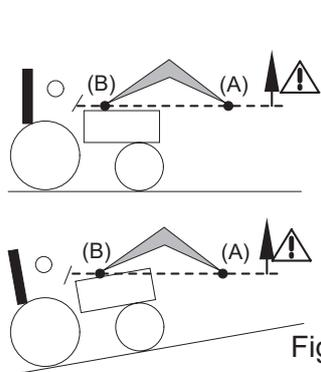
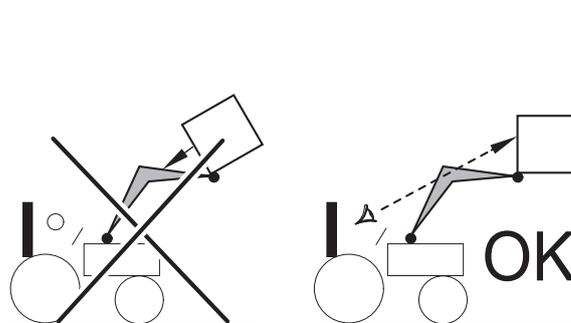

Fig. 2
Fig. 3
- Durante a operação de levantamento e durante a deslocação, observar sempre a carga a partir do momento em que o ponto de rotação do implemento (A) ultrapassar a horizontal do ponto de rotação da pá carregadora (B) (consultar a fig. 2). Se for necessário, corrigir a posição do implemento para que a carga nunca fique direcionada para o condutor (consultar a fig. 3).
**⚠ PERIGO:** Se a carga não estiver devidamente fixa, existe o perigo de queda da carga para o operador quando o ponto de rotação do implemento (A) ultrapassa a horizontal do ponto de rotação da pá carregadora (B) (consulte a Fig. 2).
**PERIGO:** É proibido escavar a pá carregadora quando o ponto de rotação do implemento (A) ultrapassar a horizontal do ponto de rotação da pá carregadora (B) (consulte a fig. 2).